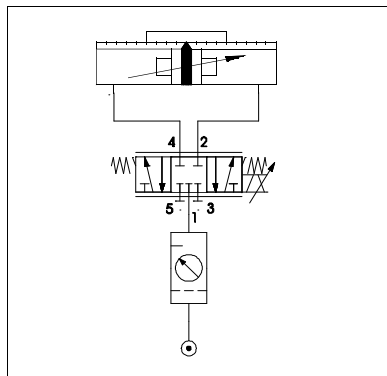

Fig. 10
- Utilizar una válvula proporcional distribuidora del tipo MPYE-... para el accionamiento de la unidad DGPI(L)-... . En la fig. 10 se muestra el esquema sin parada neumática de emergencia.
- Utilisez un distributeur proportionnel du type MPYE-... pour piloter le DGPI(L)-... . Pour la pose des tuyaux sans arrêt d'urgence pneumatique, voir figure 10.